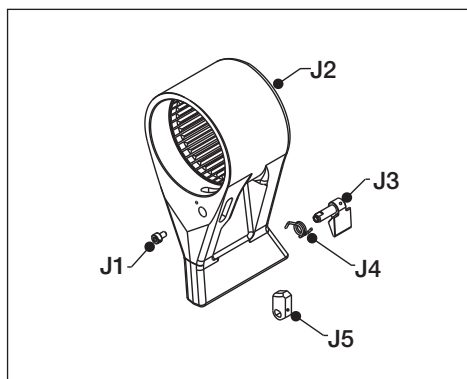

図26
- リアクションアーム(図26、項目J2)
5.3.9 リアクションアームラッチ - 分解と再組み立て (図26)